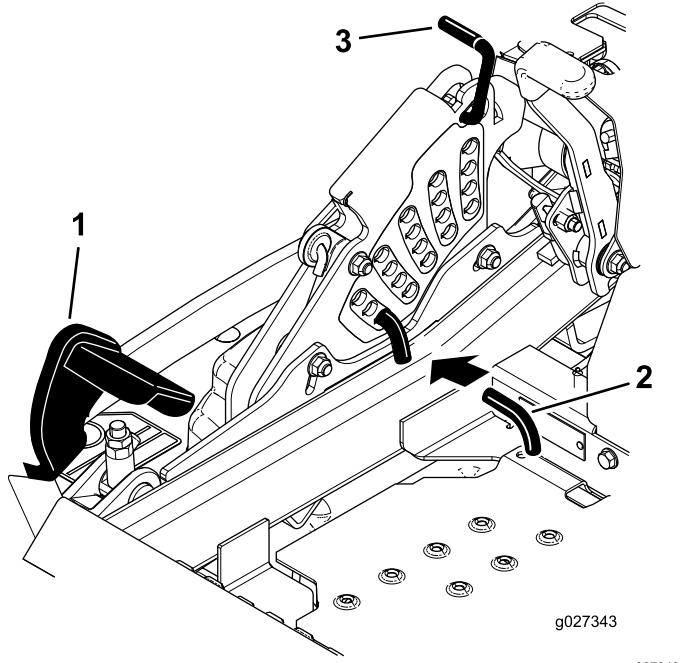

Figura 123
5. Empuje el pedal de elevación de la carcasa hacia delante del todo; la carcasa se enganchará en la posición de transporte de 14 cm (5½") (Figura 123).